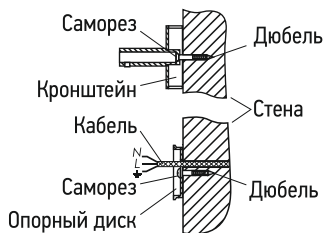

Рис. 3
3.6. При подключении через скрытую проводку место крепления соединительной коробки должно совпадать с местом вывода кабеля из стены (рис. 3).